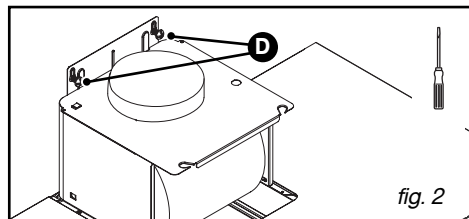

fig. 2
– Accrochez la hotte aspirante aux deux vis (D/fig. 2).